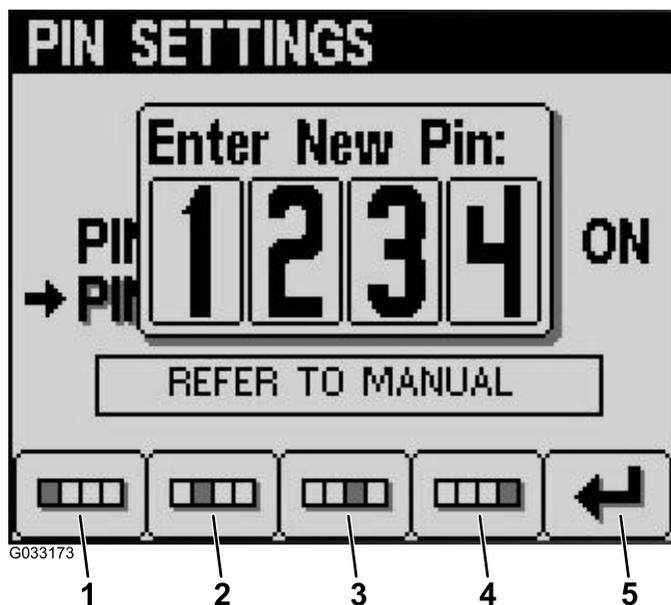

図 25
7. ボタン 14 を使って新しい PIN を入力し、入力が完了したらボタン 5 を押す (図 25)。